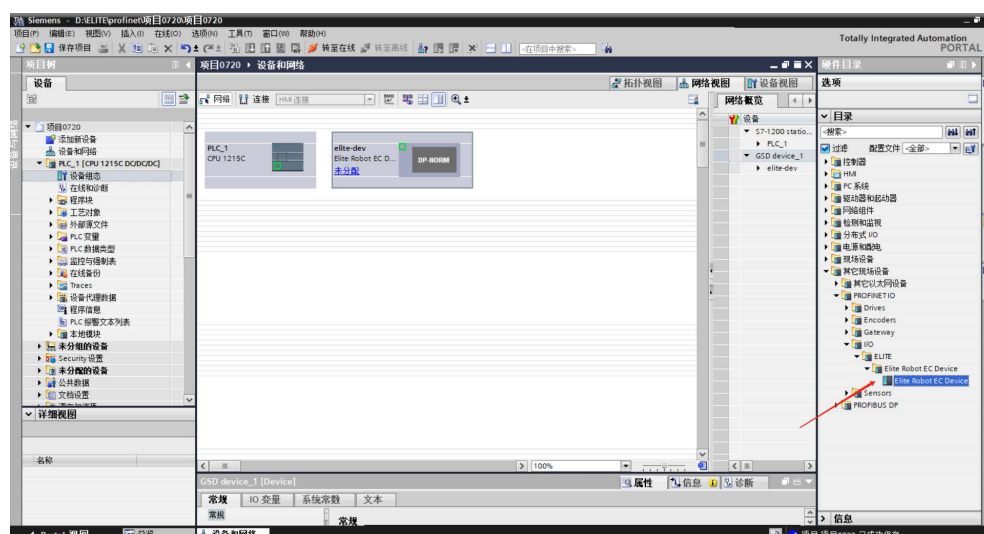

图 3-3：添加到设备和网络
2. 添加 Elite Robot EC Device 到设备和网络，如图 3-3 所示。